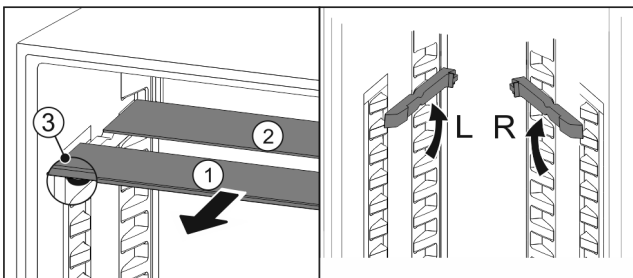

Fig. 120
- ▶ Посуньте Fig. 120 (1) скляну панель вперед.
- ▷ Скляна панель Fig. 120 (1) з декоративною планкою лежить спереду.
- ▷ Стопори Fig. 120 (3) показують вниз.